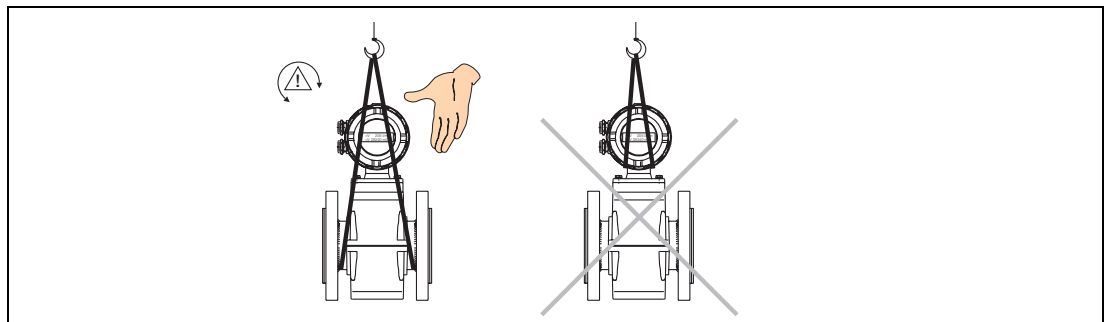

Abb. 5: Transport von Flanschgeräten \leq DN 300
- Für den Transport der Flanschgeräte \leq DN 300 verwenden Sie bitte Tragriemen und legen diesen um beide Prozessanschlüsse (Abb. 5). Ketten sind zu vermeiden, da diese das Gehäuse beschädigen können.